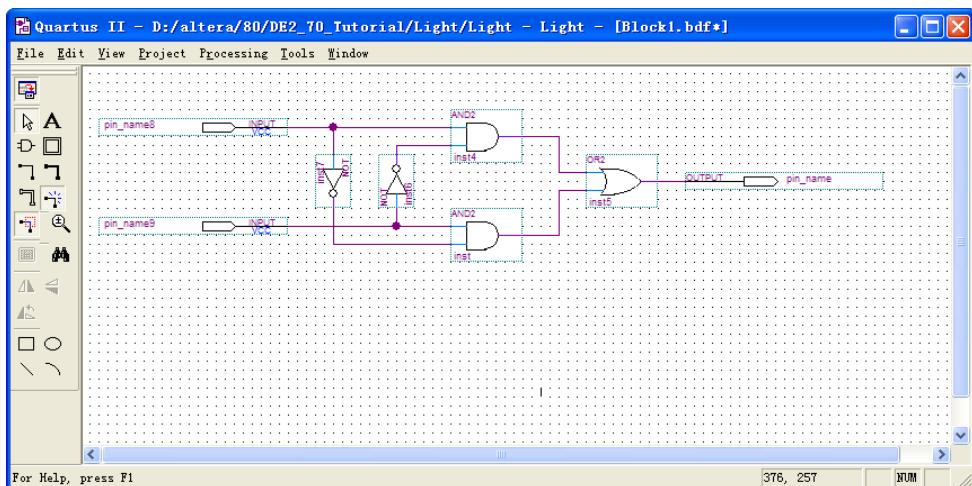

图 4-7 连接电路
6. 电路图连接, 用鼠标拖动引线即可连接元件, 完成后如图 4-7。